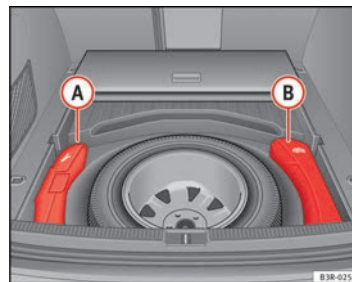

Abb. 193 Werkzeugbox und Wagenheber
Das Bordwerkzeug (A) und der Wagenheber (B) ⇒ Abb. 193 für Fahrzeuge mit Reserverad und für Fahrzeuge mit Reifenreparaturset befinden sich unter der Ladebodenabdeckung im Gepäckraum.